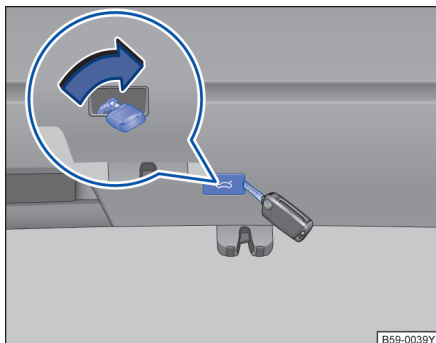

图 71 在行李厢中：行李厢盖的应急解锁机构
- 将钥匙头插入行李厢盖中的开口→图 71 并沿箭头方向按压解锁拨杆，解锁行李厢盖。